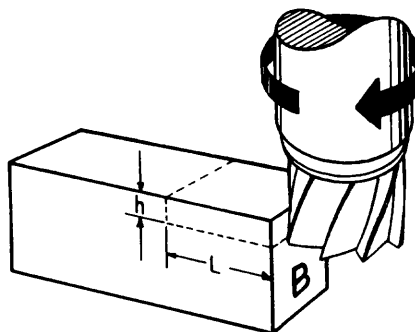

Fig. 4
- c Con la fresa en movimiento, roce la superficie vertical (fig. 4) y tome referencia en el anillo graduado.